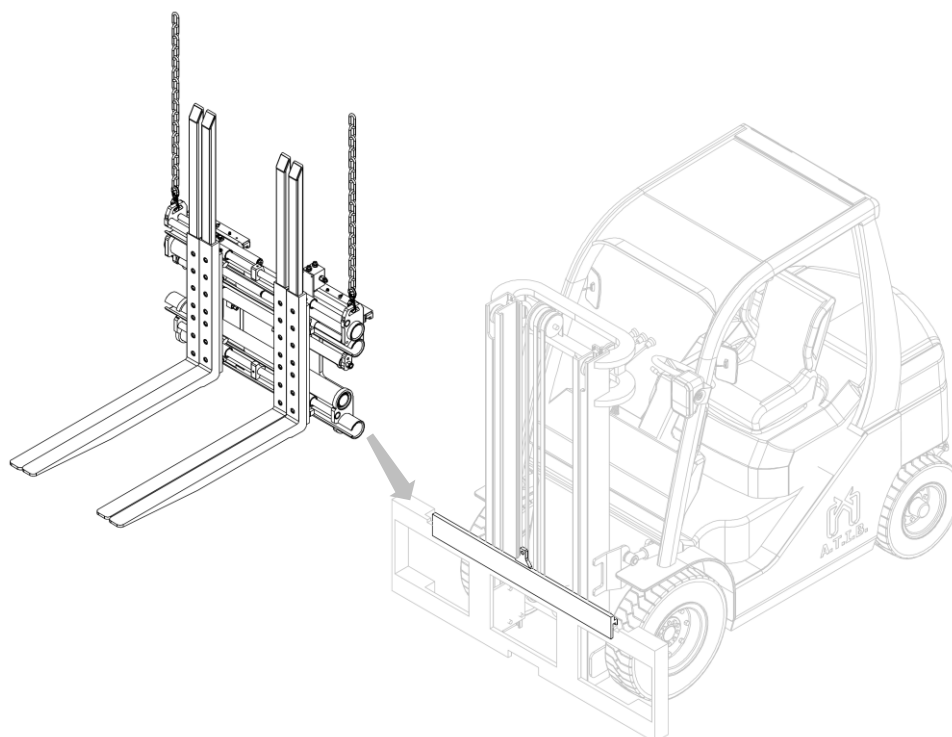

Figura 5
9. Agganciare quindi l'attrezzatura dai punti presa superiori e con un carro ponte o un paranco di portata sufficiente posizionarla sul doppio gancio, avendo cura di posizionarla in modo corretto (vedi *Figura 5*).